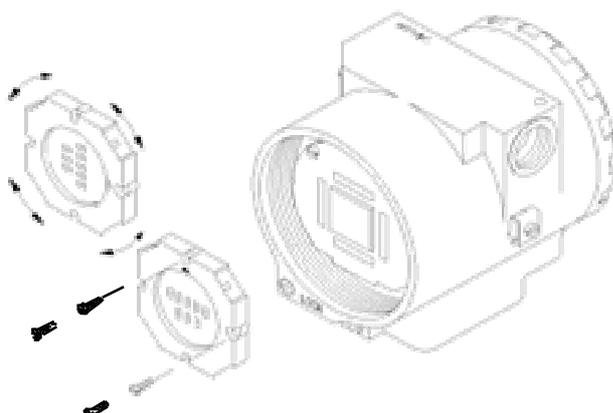

Рисунок 5.4 – Четыре возможных положения дисплея
Подключите разъем сенсора и разъем электропитания к основной плате. Если есть дисплей, прикрепите его к основной плате с помощью 4 винтов (3). Дисплей можно установить в любое из 4 возможных положений (См. Рисунок 5.4). Обозначение «▲» указывает на верхнее положение.